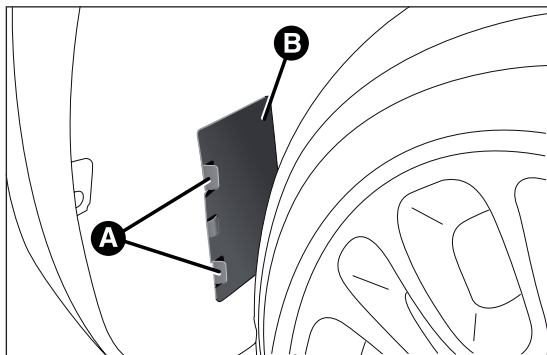

fig. 130
- ☐ actuar en las lengüetas A y retirar la tapa B fig. 130;